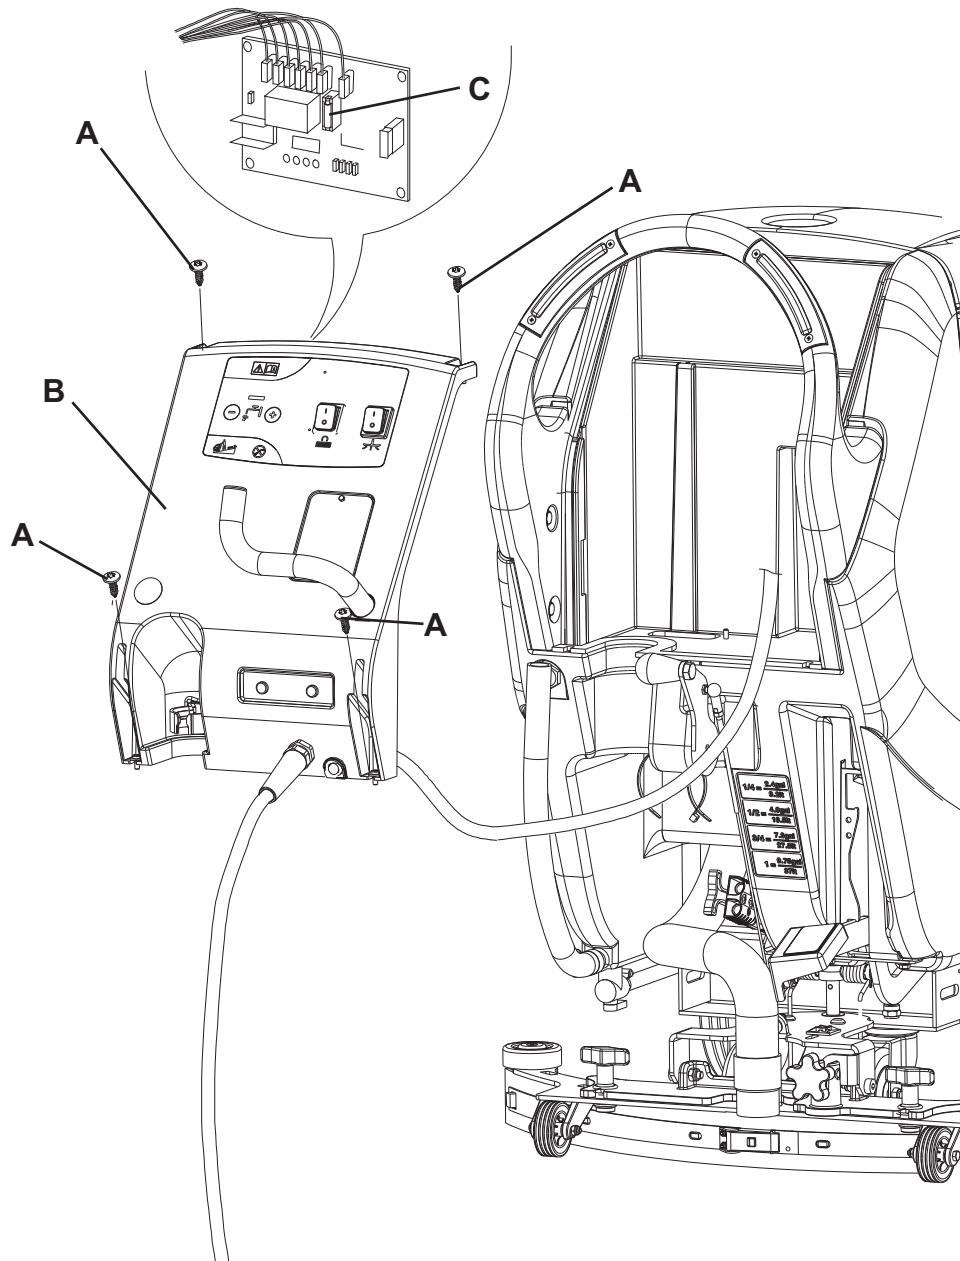

Afbeelding 5
2. Ontkoppel de voedingskabel (3) van het stroomnet.
3. Sluit het kraantje van het reinigingsmiddel (A, Afb. 5) dat zich onder de machine bevindt, achter het achterwiel rechts. Het kraantje (A) is gesloten als hij in de stand (B) ten opzichte van de slangen staat; hij is geopend als hij in de stand (C) staat.
4. Verwijder de transparante afdekking (D) en verwijder daarna het filterrooster (E). Reinig ze en monteer ze weer in de steun (F).